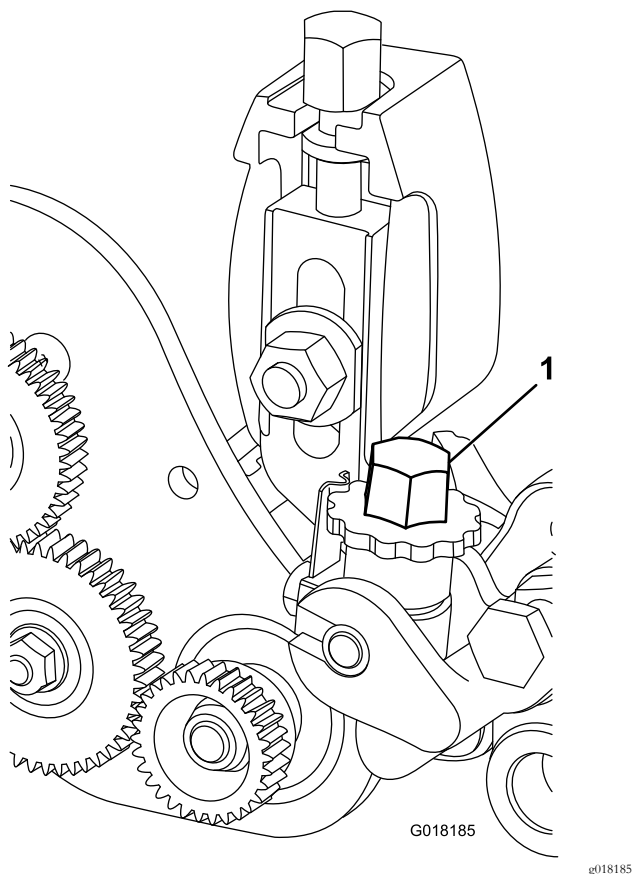

图21
6. 旋转疏草刀高度调节旋钮 图21、提升或降低刀尖至想要的疏草高度。